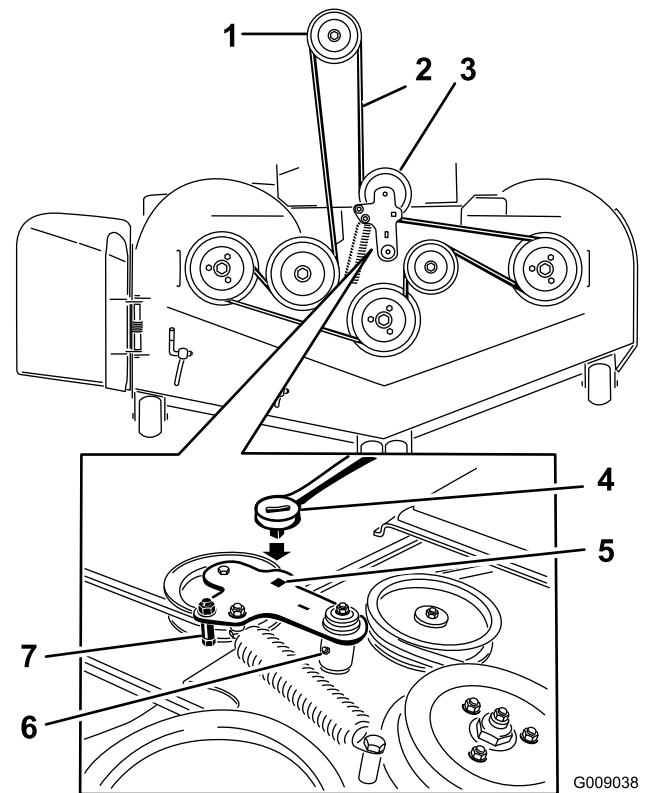

Figure 77
10. Montez le guide de courroie sur le bras de la poulie de tension, comme montré à la Figure 77.
11. Insérez le rochet dans le trou carré et montez le ressort de la poulie de tension (Figure 77).
5. Insérez un rochet dans le trou carré du bras de la poulie de tension pour détendre le ressort de la poulie de tension (Figure 77).
7. Enlevez le guide de courroie situé sur le bras de la poulie de tension rappelée par ressort, comme montré à la Figure 77.
9. Acheminez la courroie neuve autour des poulies du tablier de coupe et de la poulie d'embrayage, sous le moteur (Figure 77).